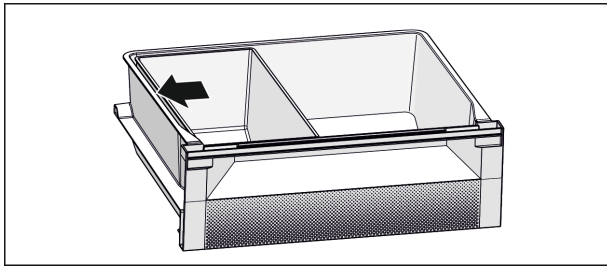

Fig. 7
- За оптимална охлаждаща функция: Позиционирайте тавичката Fish & Seafood съгласно фигура (виж Fig. 7).